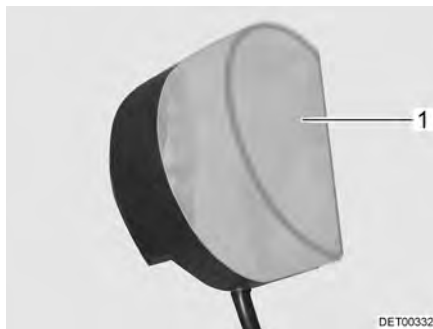

Fig. 258 Luci armadi guardaroba
- Comprimere leggermente e rimuovere la copertura della lampada (Fig. 258,1).